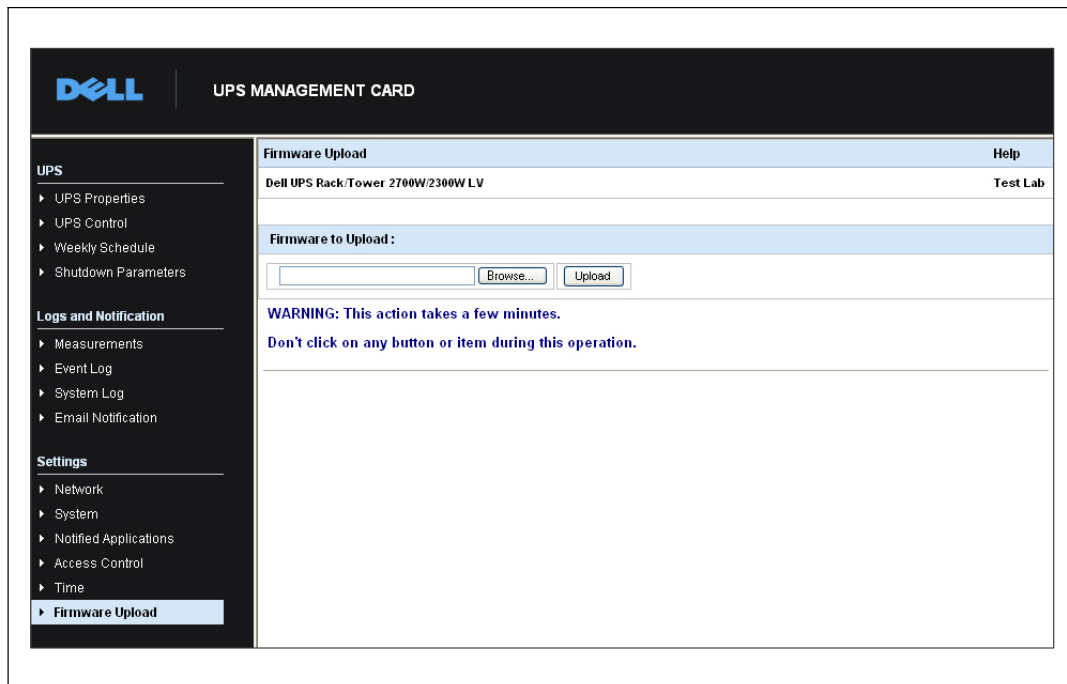

Figura 46. Página Carga de firmware
- 2 Haga clic en **Carga de firmware** desde la barra de menús para abrir la página Carga de firmware (consulte la Figura 46).